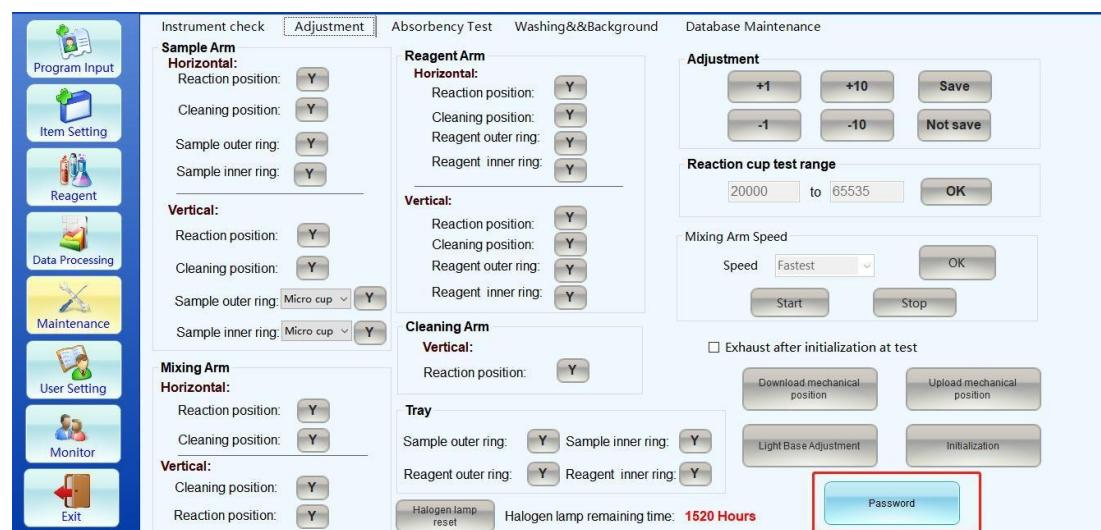
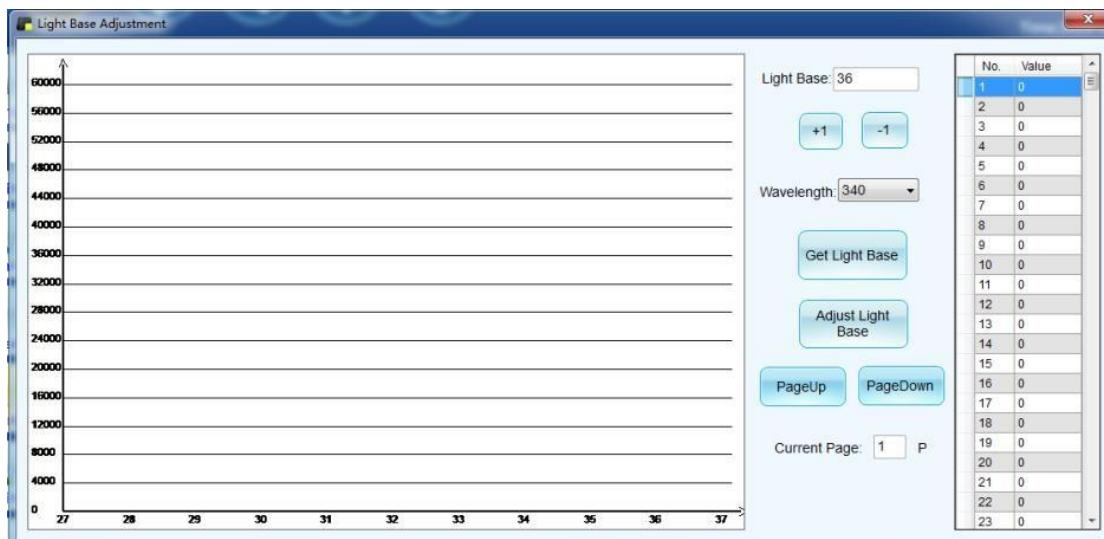

Figura 7-17 Ajuste de base de luz
Figura 7-18 Ajuste de base de luz
Passo 1: Na interface da figura 7-17, clique em [Manutenção] → [Ajuste] → [Senha], insira a senha “666666”, clique em [Ajuste de base de luz] para inserir a interface, como na figura 7-18.